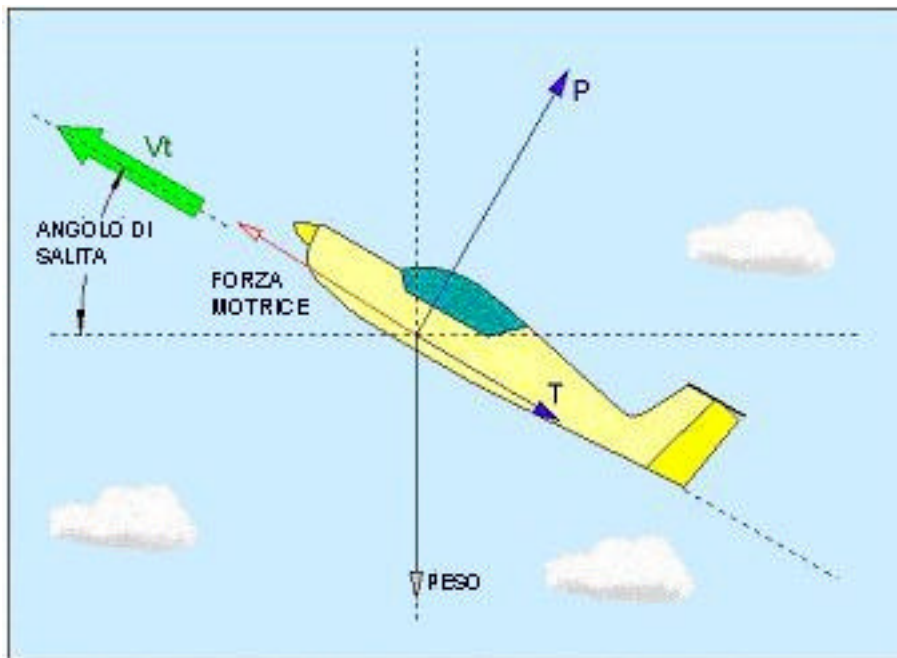

Fig. 25
La Fig.25 fa vedere le forze in gioco. La forza motrice (FM) si deve aggiungere alle tre forze già viste che sono : peso, portanza e resistenza. In questo caso l'equilibrio si ottiene se la somma delle quattro forze è nulla. Se chiamiamo Gamma l'angolo di salita si ottiene: